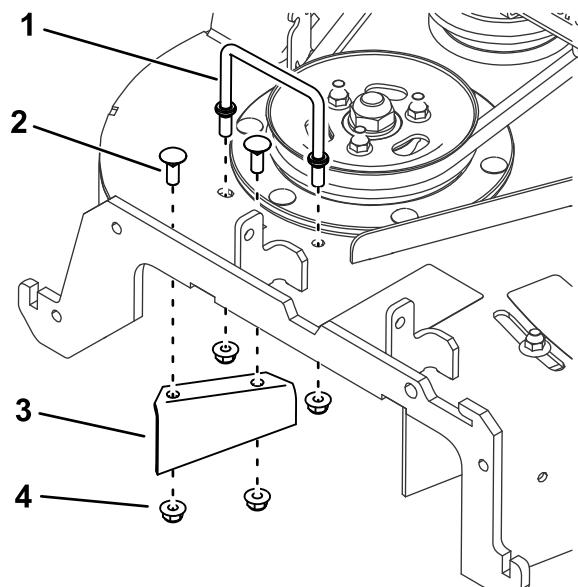

Figura 2
3. Remova o arame, abafador, dois parafusos de carroçaria (¾ x 1 pol.) e quatro porcas (¾ pol.) da plataforma (Figura 2).